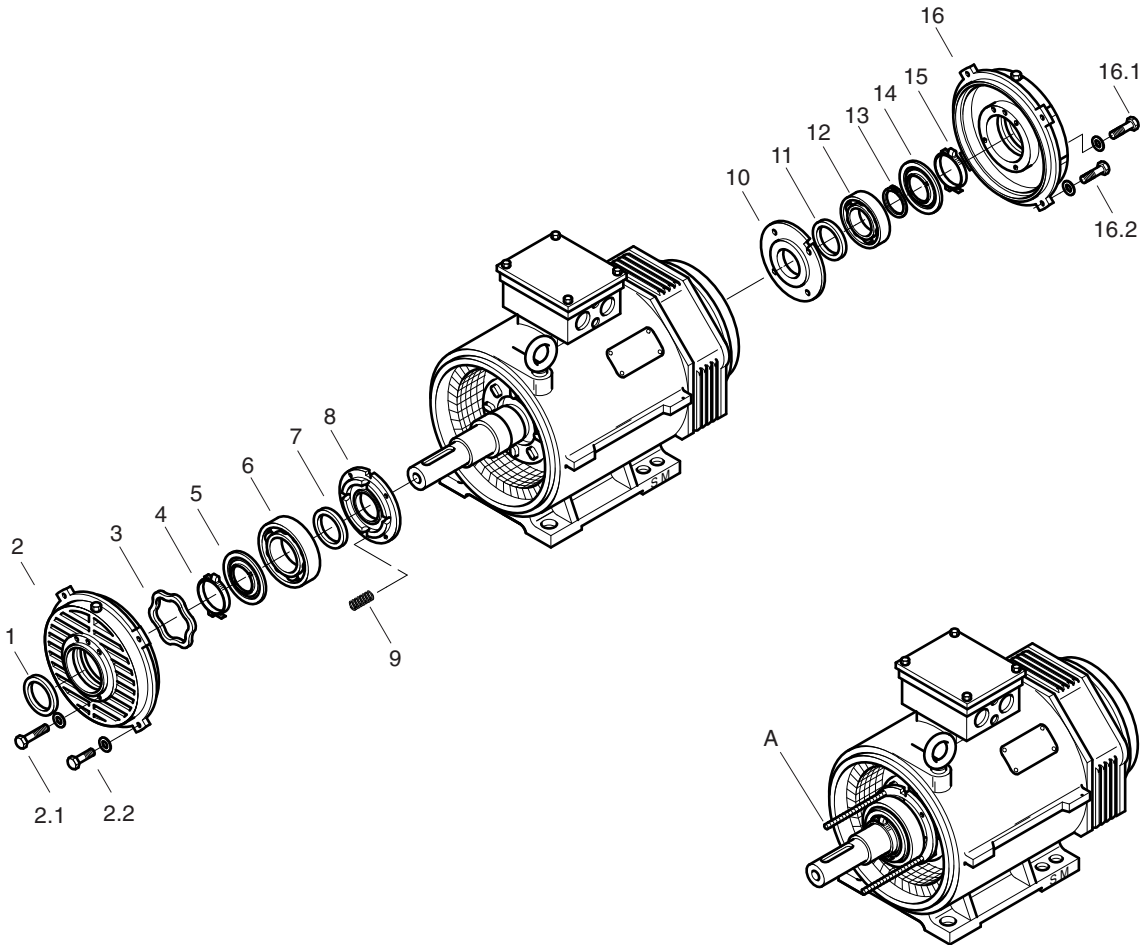

Fig. 13: Sostituzione dei cuscinetti AH180 fino a AH315
5.5.2 Montaggio nel caso di cuscinetti a sfere a gola profonda sul lato di comando e su quello opposto (→ fig. 13) (Per il cuscinetto a rulli cilindrici sul lato di comando vedere 5.5.4)